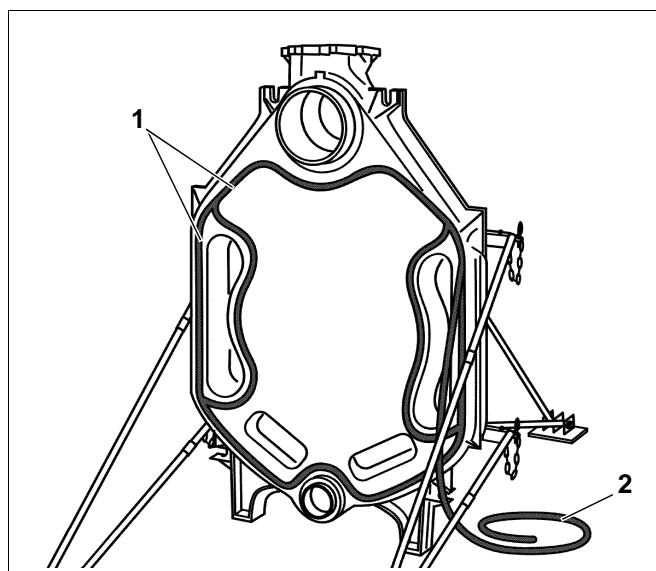

Fig. 13 Immettere il cordone di tenuta (cordone KM)
- Inserire premendolo leggermente, il cordone ermetizzante elastico (fig. 13, **pos. 2**) nelle scanalature di tenuta (fig. 13, **pos. 1**), iniziando nel settore del mozzo superiore, sulla parte anteriore dell'elemento posteriore. Sovrapporre di 2 cm i cimali del cordone ermetizzante e premerli bene assieme.